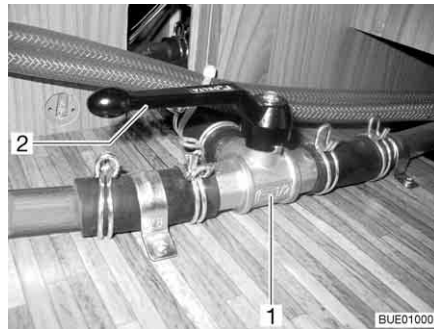

Bild 193 3-vägsventil
- Ställ spaken (Bild 193,2) till 3-vägsventilen (Bild 193,1) parallellt med den raka genomflödesriktningen (Bild 193).
- Ställ spaken (Bild 193,2) till 3-vägsventilen (Bild 193,1) tvärs mot den raka genomflödesriktningen.